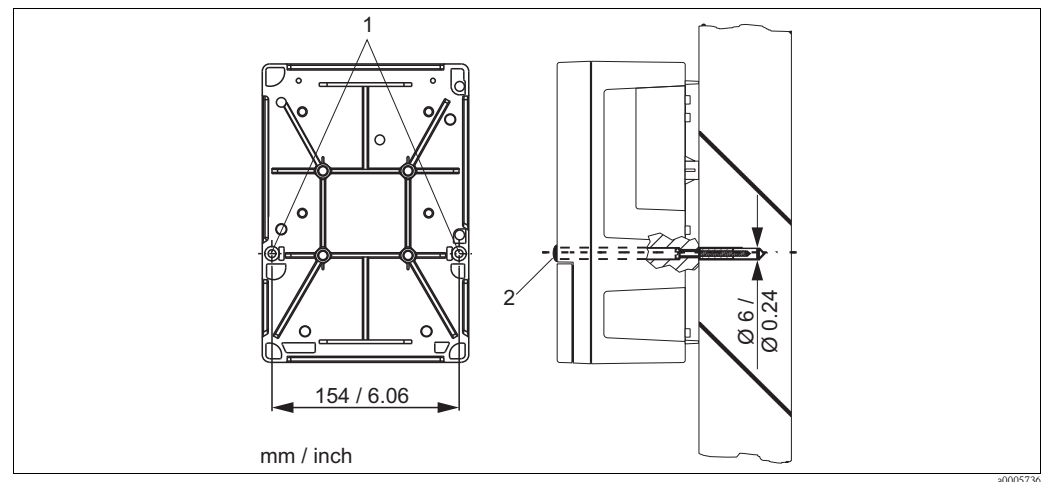

Abb. 7: Wandmontage Feldgerät
1. Bereiten Sie Bohrlöcher gemäß Abb. 7 vor.
2. Schieben Sie zwei Befestigungsschrauben von vorne durch die entsprechenden Befestigungsbohrungen (1).
4. Decken Sie die Bohrungen mit Kunststoffkappen (2) ab.